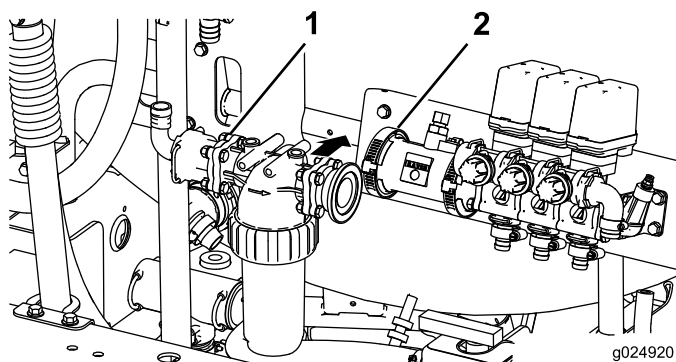

Figura 23
2. Remova o grampo, união e tubos existentes, localizados no grampo (Figura 23).
3. Instale o conjunto do filtro de pressão na máquina (Figura 23).